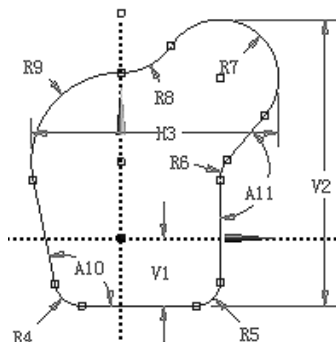

图 3.8.11 添加角度尺寸约束
(4) 标注角度尺寸。在 **Dimensions** 窗口中单击 **Angle** 按钮，标注图 3.8.11 所示的角度尺寸。